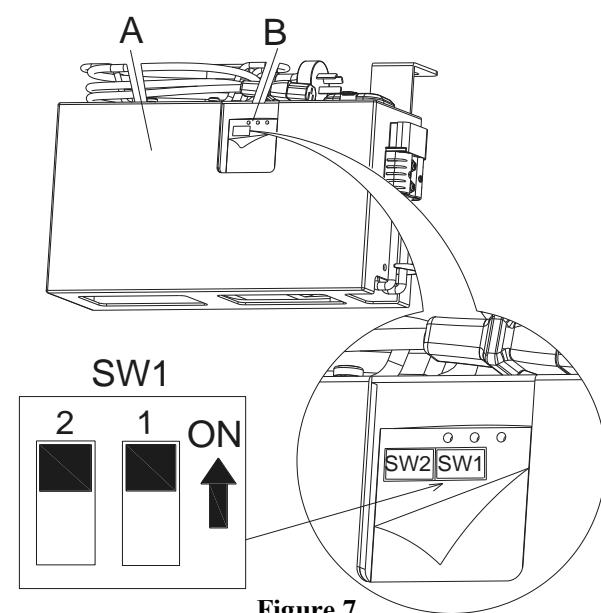

Figure 7
- Couper la machine et démonter le chargeur embarqué (A, Figure 7) de la machine. Forcer l'ouverture de l'étiquette sur le couvercle du chargeur (B, Figure 7), les 2 réglages de commutateurs Dip (SW1 et SW2) se trouvent dans le chargeur.